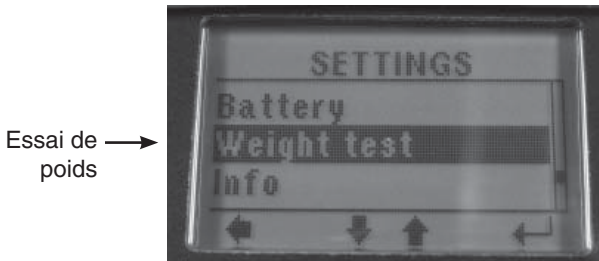

Figure 7. Essai de poids
3. Utiliser les boutons Monte/Descend pour défiler sur « ESSAI DE POIDS » puis appuyez sur ENTRER (Figure 7) puis appuyez sur ENTRER